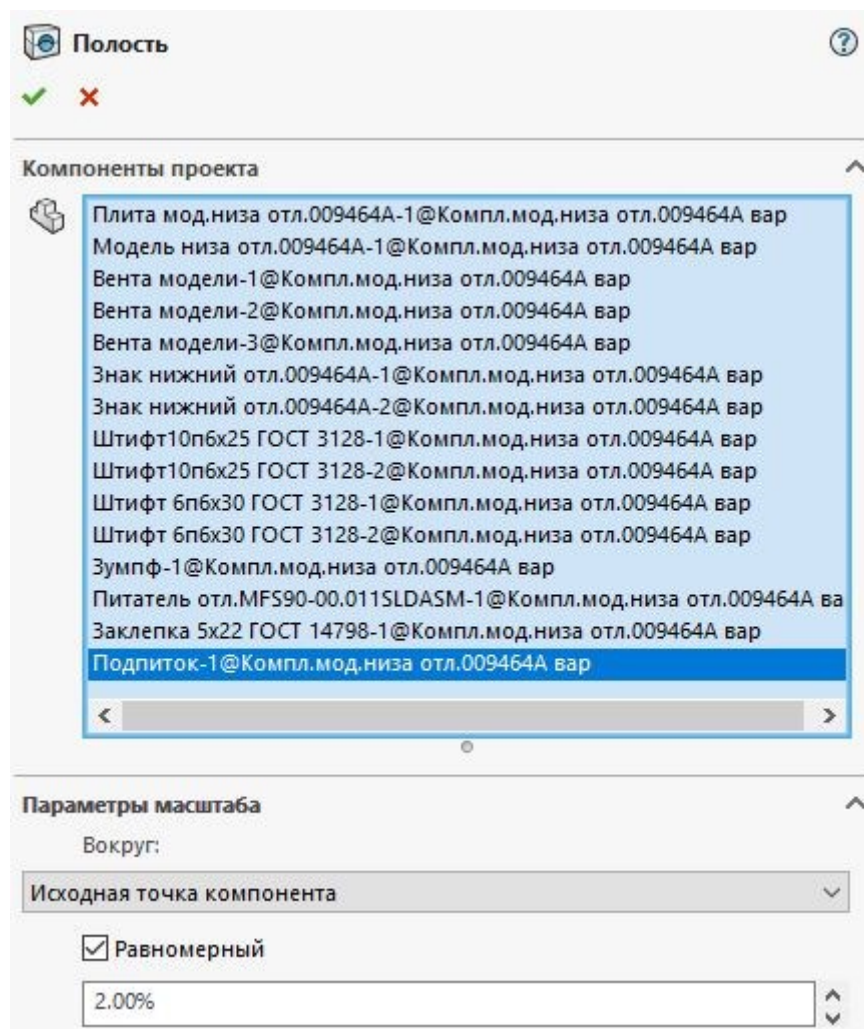

Рисунок 5.6 – Діалогове вікно інструмента «Порожнина»
4. У дереві конструювання FeatureManager вибрати 3Д Деталі вилівка, ливниково-живильної системи (всі деталі, порожнини яких необхідно вирізати в ливарній формі). У полі *Компоненти проекту* з'являться всі вибрані 3Д деталі (рис. 5.6).